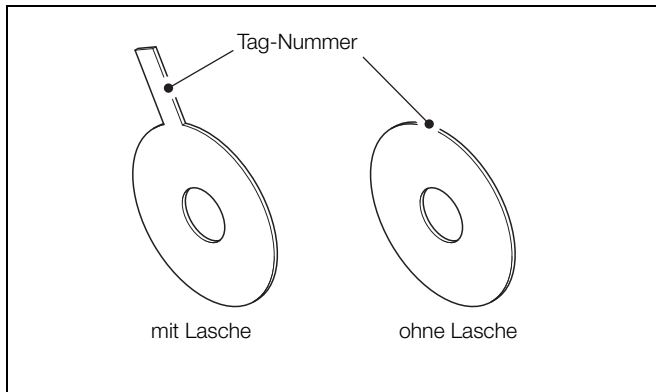

Abb. 2.1 Blenden
1. Die Tag-Nummer der Messblende muss den Vorgaben für den Einsatzort entsprechen (siehe Abb. 2.1).